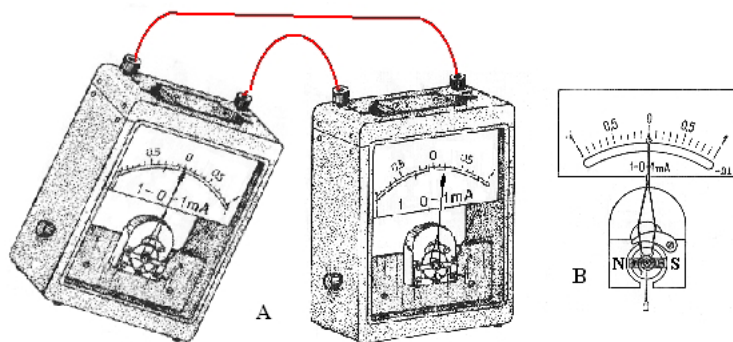

Rys. 8
**10. Dlaczego w wannie nie należy korzystać z urządzeń elektrycznych?** Do doświadczenia potrzebne będą dwa noże stołowe z metalowymi trzonkami, dowolna bateria o napięciu 9 V (mogą być dwie o napięciu 4,5 V połączone szeregowo) oraz dowolna dioda elektroluminescencyjna (można ją kupić w sklepie z częściami radiowymi za ok. 1,5 zł). Noże łączymy przez diodę z baterią 9 V (UWAGA! Noże nie mogą się stykać, bo grozi to zniszczeniem diody). Ujmujemy noże w ręce (rys. 8). Zwiększamy siłę nacisku rąk, obserwując jednocześnie świecenie diody. Zwilżamy dłonie i powtarzamy doświadczenie – dioda świeci jaśniej. Jakie wnioski powinniśmy wyciągnąć z doświadczenia?